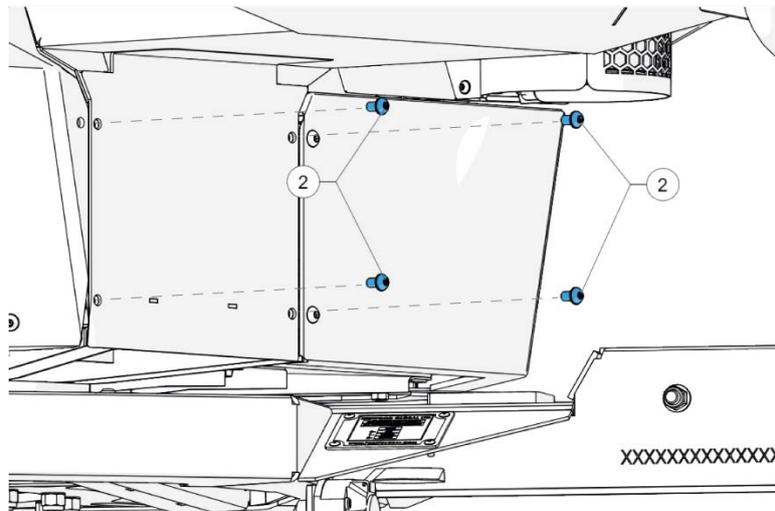

Figure 55 - Retirez les boulons
4. Déposez les boulons qui fixent le panneau (2, Figure 55).